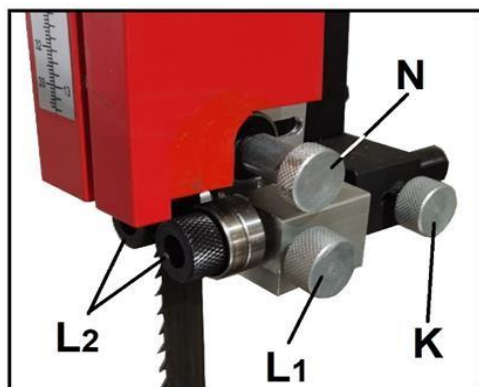
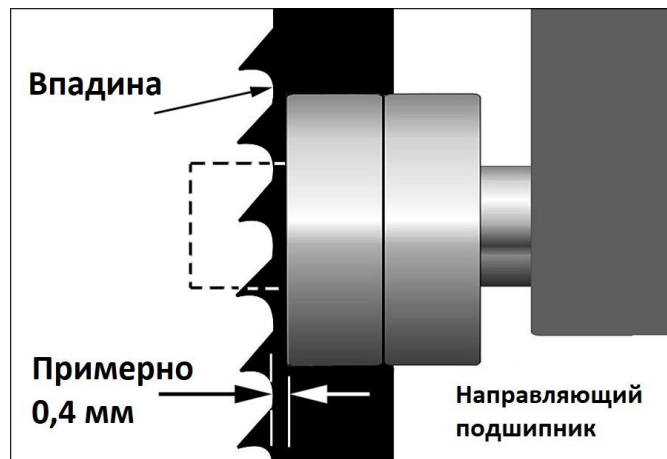

Рис. 9
Рис. 10
См. Рис. 9 и Рис. 10.
4. Ослабьте ручку (K, Рис. 9).
6. Затяните ручку (K, Рис. 9).
7. Если опорный подшипник не выровнен с полотном, можно провести боковую настройку всей направляющей стойки при помощи ручки (K) и 2 установочных винтов на противоположной стороне верхней направляющей.
2. Ослабьте винты (M, Рис. 9) при помощи 3 мм шестигранного ключа и поднимите защитное ограждение так, чтобы получить доступ к опорному подшипнику.
3. Ослабьте винт (N) при помощи 5 мм шестигранного ключа и сдвиньте опорный подшипник, пока он не коснется спинки полотна. (Расстояние между подшипником и полотном